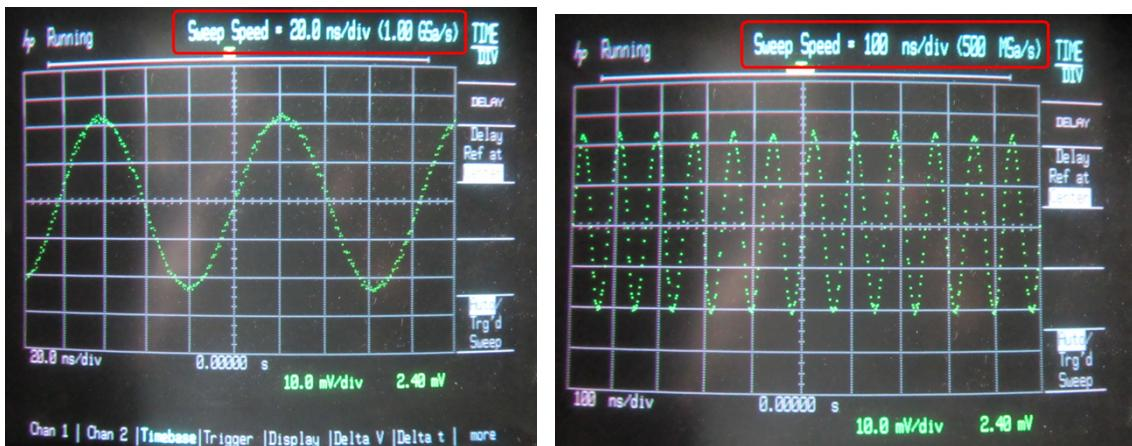

图 17. 调节水平扫描器的扫描速度.
- 4) 图 17 显示了同一个输入信号在不同的扫描速度下看到的图形. 左图的扫描速度=20.0 ms/div; 右图的扫描速=100.0ms/div.